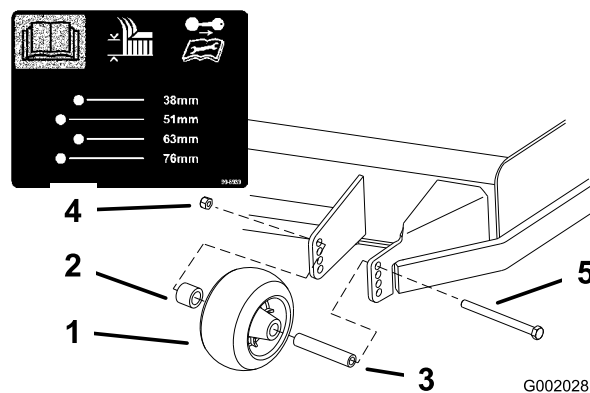
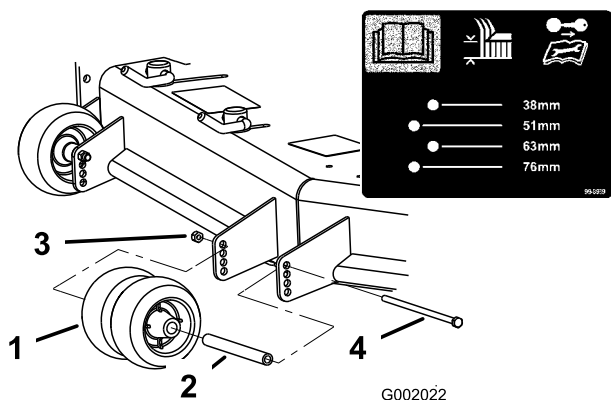
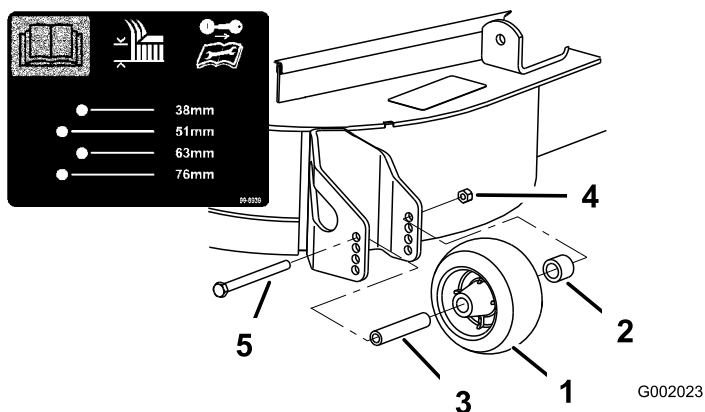

Figura 20
Figura 21
Figura 22
3. Dopo avere regolato l'altezza di taglio, regolate i rulli togliendo il dado flangiato, la boccola, il distanziale ed il bullone (Figura 20, Figura 21 e Figura 22).
Nota: I due rulli centrali sono privi di un distanziale (Figura 21).
5. Montate il dado flangiato, la boccola, il distanziale ed il bullone. Serrate a 54-61 Nm (Figura 20, Figura 21 e Figura 22).